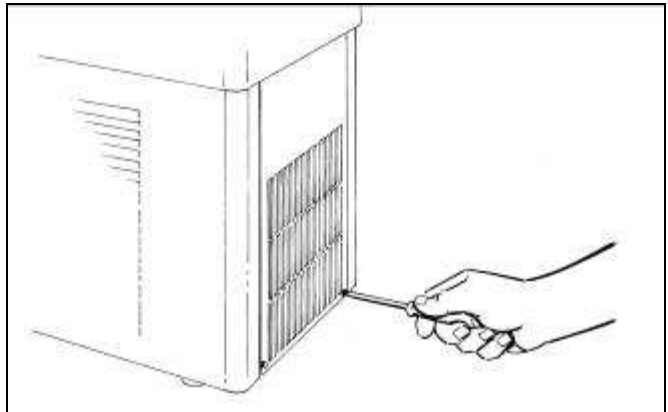

Fig. 26
- Rimuovere il pannello posteriore svitando le due viti che lo trattengono nella sua parte inferiore (fig.26).